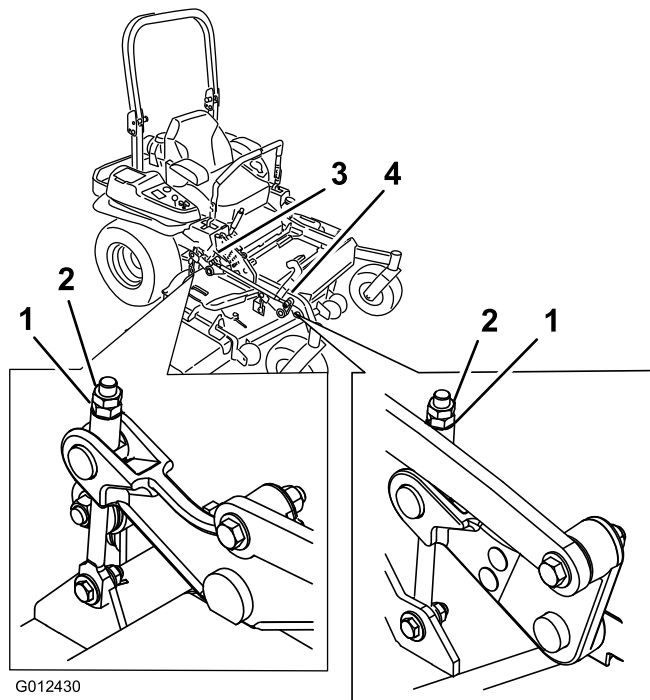

**Figura 92**
9. Su ambo i lati del piatto di taglio, misurate dalla superficie piana all'estremità anteriore della lama (posizione A). La misura deve essere di 7,6 cm (Figura 92).
15. Su ambo i lati del piatto di taglio, misurate dalla superficie piana all'estremità posteriore della lama (posizione B). La misura deve essere di 8,3 cm (Figura 92).